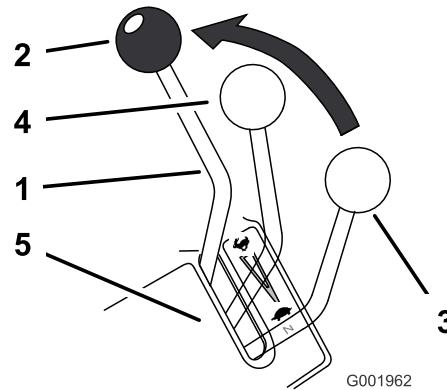

Figure 43
- Déplacez le levier de changement de vitesse (situé sur la console) à la position avant maximale (Figure 43).
2. Placez le levier de changement de vitesse à la position de point mort (Figure 43).